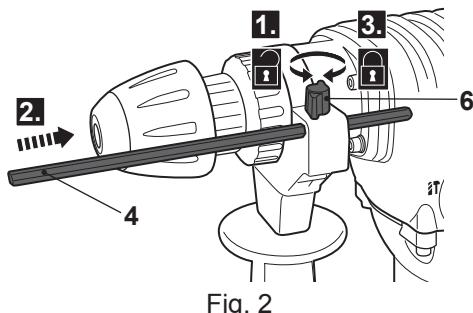

Fig. 2
- > Gire a porca de orelhas (6) para a esquerda até que pueda introduzir o limitador de profundidade.
- > Coloque o limitador de profundidade no orifício tal como se mostra (Fig. 2).
- > Alinhe a ponta do limitador de profundidade (4) com a ponta da broca. A seguir, recue o limitador de profundidade até à profundidade de perfuração desejada.
- > Gire a porca de orelhas (6) para a direita para fixar o limitador de profundidade na posição.